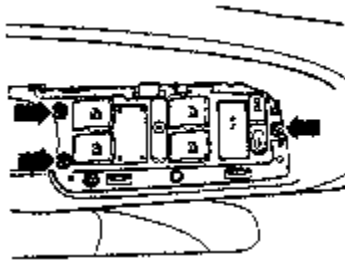
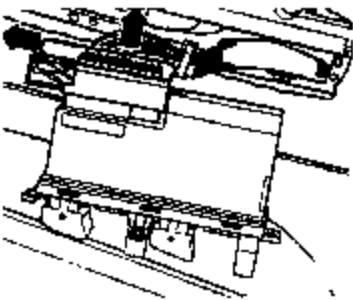

图 11-100 拆卸驾驶员车门的拉紧把手
图 11-101 断开车门控制单元连接
①驾驶员车门中窗玻璃升降开关的拆卸。拆卸驾驶员车门的拉紧把手。如图 11-100 所示，拧松紧固螺钉（夹紧螺钉），并且向上从门框中取出控制单元。如图 11-101 所示，断开和拔出插头。
②驾驶员车门中窗玻璃升降开关的安装按与拆卸的相反顺序进行。